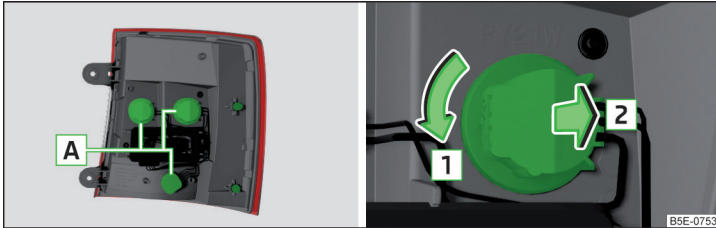

Abb. 364 Äußerer Teil der Leuchte / Fassung mit Glühlampe herausnehmen
- › Die Fassung mit der Glühlampe **A** in Pfeilrichtung **1** drehen » Abb. 364.